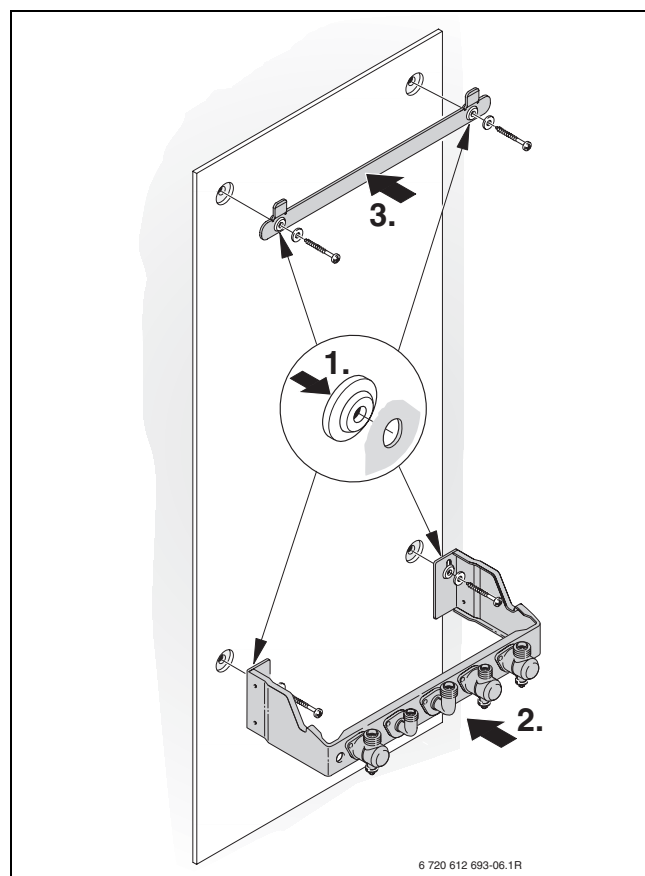

Fig. 14
- ▶ Inserire i giunti antivibranti ed installare la staffa di supporto caldaia (→ fig. 14).